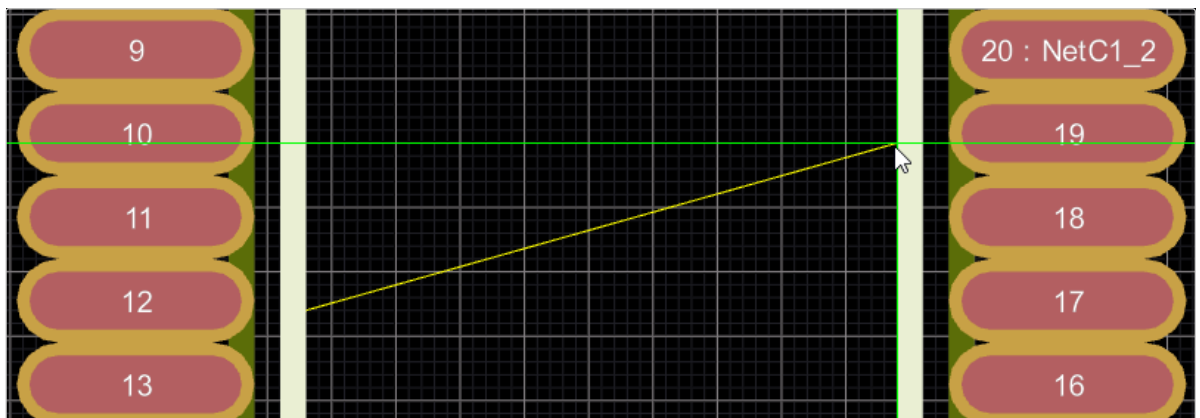

Рисунок 101. Измерение расстояния на плате
- 3) Переместить курсор мыши в конечную точку измерения, при этом между двумя точками будет проведена виртуальная прямая линия для удобного выравнивания измерения (см. рисунок 101).